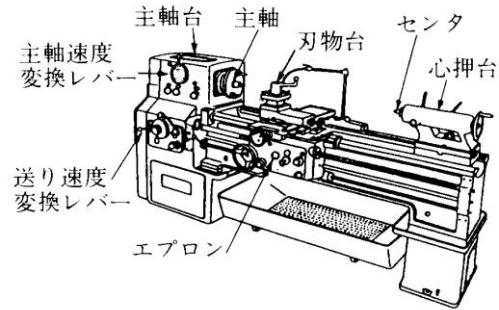

図 2.1 普通旋盤
- ① 工作物及び工具の取り付け、取り外し時には必ず電源スイッチを切ること
- ② 加工直後の工作物及び刃物は熱いので注意すること
- ③ 加工後の工作物には返り(バリ)があるので注意すること
- ④ 工作物の寸法測定は必ず、機械を止め、電源スイッチを切ってから行うこと
- ⑤ 切粉等はブラシ、手ボウキ等で払い、素手でさわらないこと。
2.3.2 旋盤（図 2.1 に示すような工作機械）
- ① 回転部分には手を置かないこと
- ② 布切れ等(ウェス)を回転部分に近づけないこと
- ③ 加工物の取り付け、締め付けは確実にすること
- ④ チャックハンドルは使用後必ず取り外すこと
- ⑤ バイト等の取り替えは機械を止めてから行うこと
- ⑥ 無理な送りをかけないこと
- ⑦ チャック部回転中は、作業物が飛んでも安全な位置で作業すること。また、作動中、近辺の人や物への安全に留意すること。